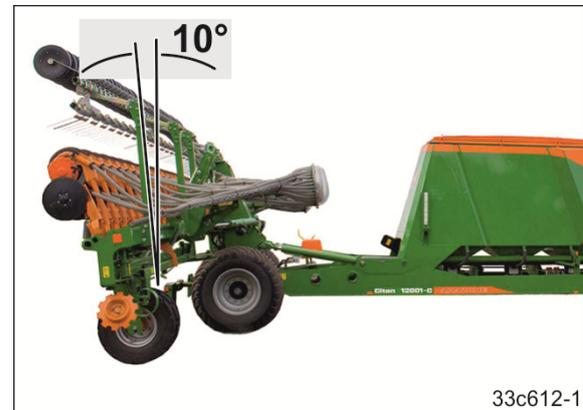

Рис. 230
4. Активируйте блок управления (зеленый-1) до тех пор, пока задняя рама не установится под углом прим. 10° к вертикали (см. Рис. 230).
При необходимости откорректируйте наклон задней рамы (см. Рис. 230).